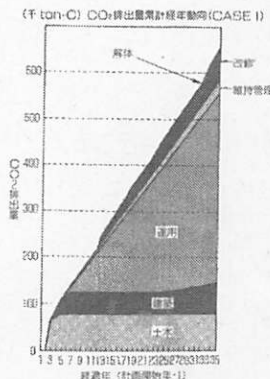

図3 CO₂排出量経年動向
②CO₂排出抑制技術を利用しない場合(CASE 1)のCO₂排出量の推移(図3参照)